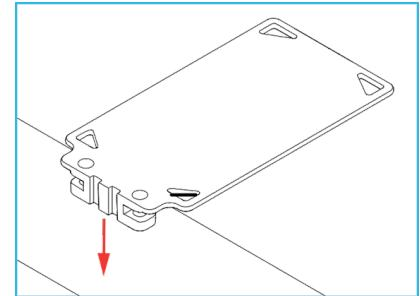

Abbildung 1
3.1a Entfernen Sie die Auflage-Matratze (Topper) und legen Sie die Bettauflage auf der Liegefläche an die gewünschten Position. Stellen Sie sicher, dass die Handlaufführung über die Kante der Federkennmatratze rausragt und nach unten zeigend positioniert ist (siehe Abb. 1).